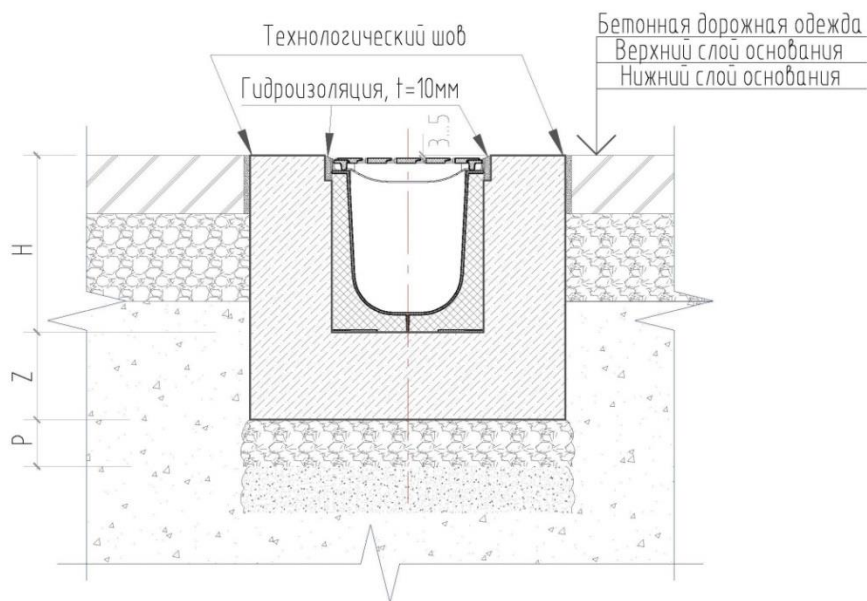

Рис. 8 – Монтаж пластиковых лотков с бетонным покрытием для высоких классов нагрузки от D400 до E600.
- для зон с повышенной нагрузкой классов от D400 до E600 лоток бетонируется на всю высоту с учетом усиленной планки, выполняется гравийная подсыпка (рис. 8);
- при устройстве бетонного или асфальтового покрытия – устраивается технологический шов, $t=10$ мм. – герметик, шнур, мастика / пенополиэтиленовая прокладка / битумная мастика, в зависимости от нагрузки (рис. 8).